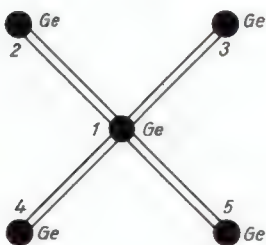

Bild 5. Ein Ge-Atom mit vier Ge-Nachbar-Atomen, schematisch gezeichnet
In Bild 5 ist noch einmal — schematisch in einer Ebene — dargestellt, daß dem Ge-Atom (1) vier andere 2...5 gegenüberstehen, und daß (1) mit (2), (3), (4) und (5) durch Valenzbrücken verbunden ist. Ersetzt man — z. B. durch einen Legierungsprozeß — das Ge-Atom (1) durch ein Antimon-Atom, so ist folgendes festzustellen (Bild 6). Antimon (Sb) hat im Gegensatz zu Germanium 5 Valenz-Elektronen. Es können sich also sofort 4 Valenzbrücken zwischen den Atomen 2...5 und dem Sb-Atom bilden. Das fünfte Valenzelektron des Sb-Atoms wird dagegen nicht abgebunden. Es kann sich deshalb besonders leicht von seinem zugehörigen Atom lösen. Auf diese Weise — durch Dopen mit 5wertigen Fremdatomen — läßt sich die n-Leitfähigkeit, die Elektronenkonzentration vergrößern.